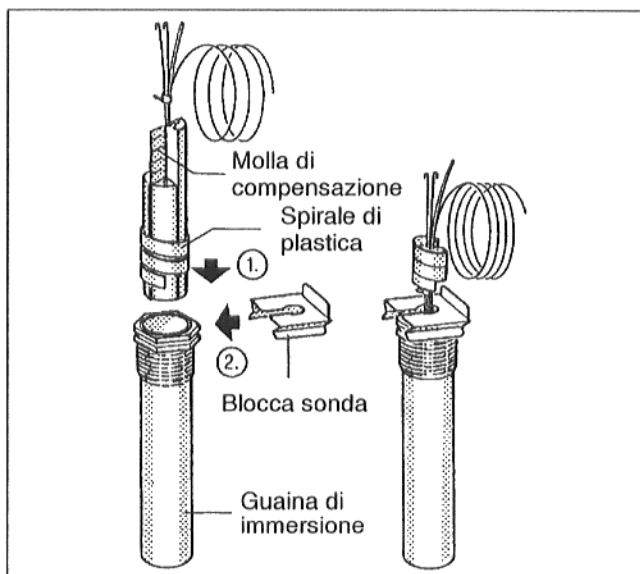

Fig. 21
- La spirale di plastica – che tiene insieme la sonda – arretra automaticamente dopo l'introduzione (Fig. 21).
- Per permettere il contatto tra la guaina di immersione e le superfici della sonda, producendo così una sicura trasmissione della temperatura, le molle di compensazione tra le sonde devono essere spinte indietro (Fig. 21).
- Spingere il blocco sonda dal lato o dall'alto sulla testa della guaina di immersione (Fig. 21).